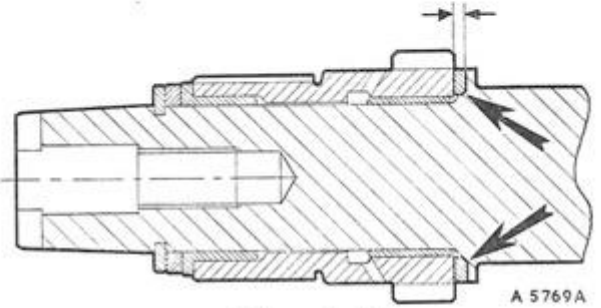

Fig. A.17
- 11) Ved genmontering kontrolleres spillerummet (fig. A.17).
- 12) Juster ved at montere en tryk-skive af passende tykkelse. Skiven monteres med den rejfede indvendige kant mod krumtapakslens (se fig. A.17).